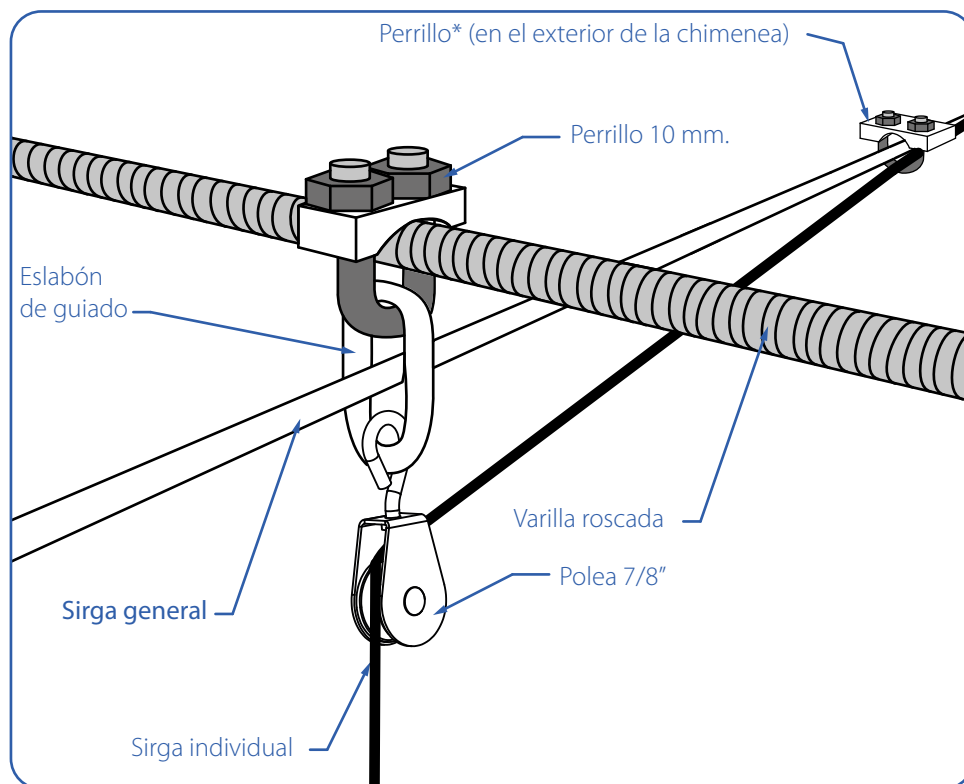

Fig. 41b. Detalle de la unión de las sirgas con perrillos o sujetacables.
* La medida de este perrillo viene determinada por el \varnothing de la sirga general más el \varnothing de la sirga individual, pudiendo ser de 4, 5 ó 6 mm. Este perrillo siempre se pone por fuera de la chimenea. (Fig. 41b)